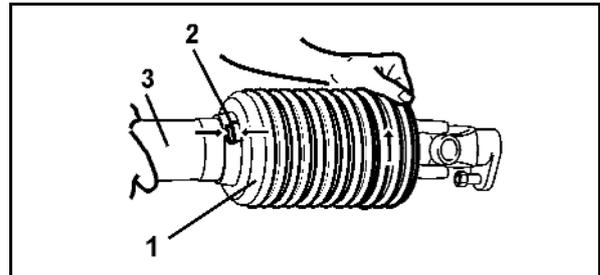

Fig. 56
3. Schutztrichter (Fig. 56/1) in die Montageposition drehen.
4. Schutzhälfte (Fig. 56/3) abziehen.